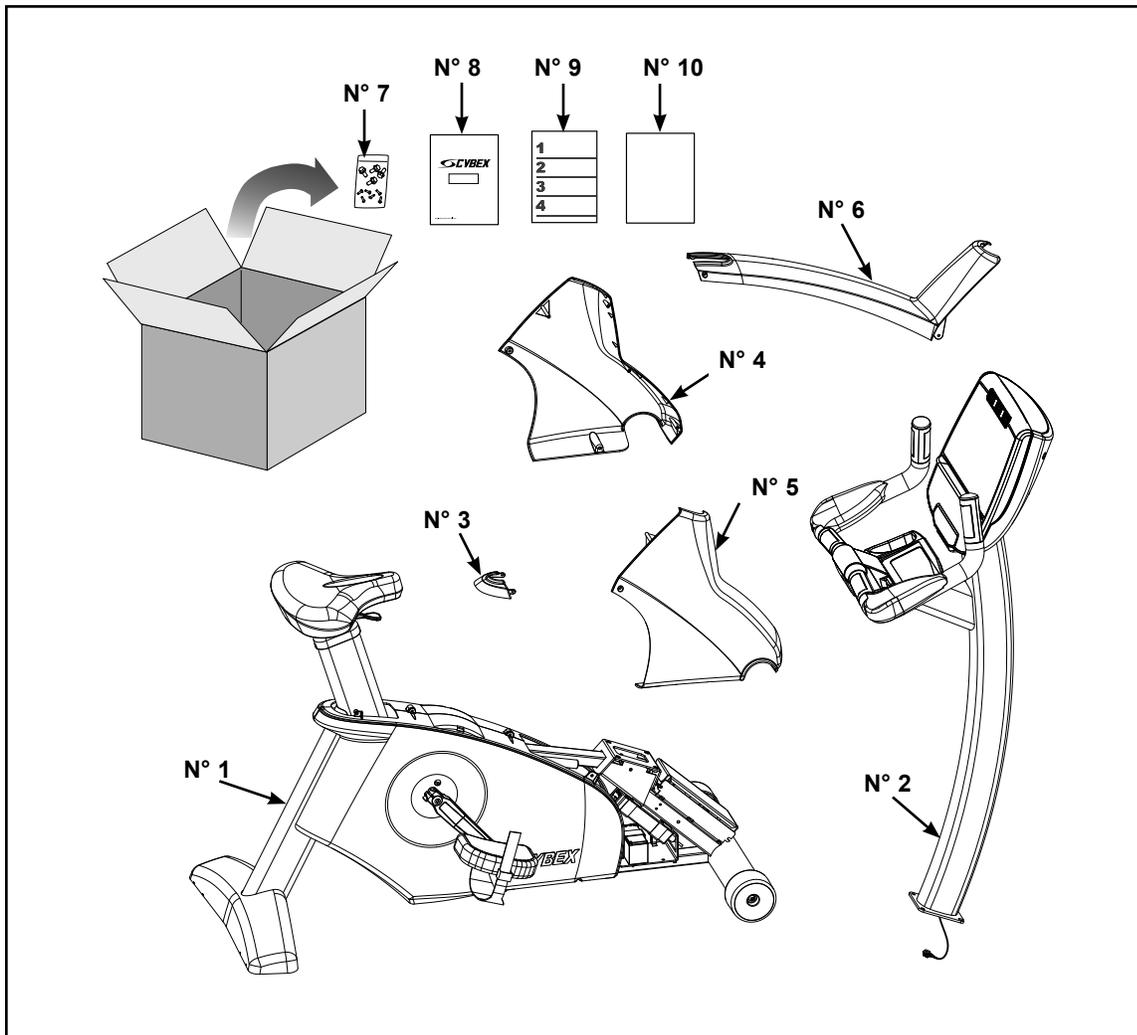

Figure 1a
- A.** Vérifiez si vous disposez des articles suivants. Reportez-vous aux figures 1a et 1b. Cochez les articles à mesure que vous les trouvez. En cas de pièce manquante, contactez le Service à la clientèle dont les coordonnées figurent au **Chapitre 5 - Service à la clientèle.**